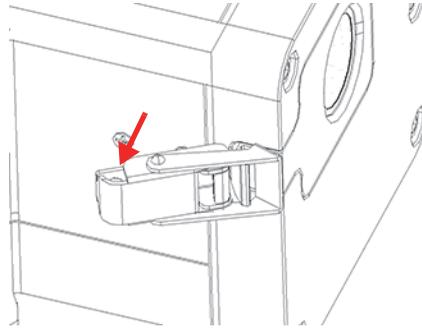

Abbildung 4-2 Verriegelung nach oben gezogen
3. Ziehen Sie den hinteren Teil der Verriegelung nach oben, um die Spannung der Messfensterplatte zu lösen (Abbildung 4-2 auf Seite 64).